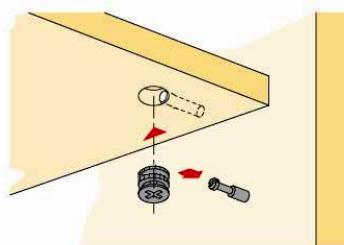

Рис.2 Схема установки эксцентрика
- Детали 3, 4 прикрепить к детали 9 евровинтами (В), с помощью ключа (З) (см. рис.2);